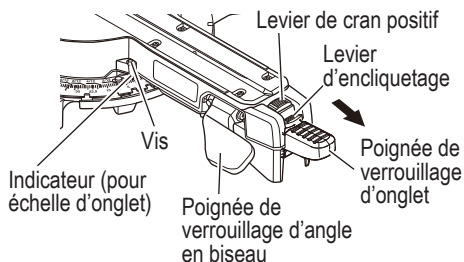

Fig. 27
L'échelle de la scie à coupe d'onglet radiale peut être facilement lue, indiquant les angles d'onglet de 0° à 45° vers la gauche et la droite. La table de la scie à ongles comporte neuf des réglages d'angle les plus courants avec des crans positifs à 0°, 15°, 22,5°, 31,6° et 45°. Ces crans positifs positionnent la lame à l'angle désirée rapidement et précisément. Suivre la procédure ci-dessous pour les réglages les plus rapides et les plus précis. (Fig. 27)
- (1) Pousser vers le haut la poignée de verrouillage d'onglet pour déverrouiller la plaque tournante.
- (2) Pousser vers le bas le levier de cran positif jusqu'à ce que le levier d'encliquetage s'y accroche pour libérer le « cran positif ».
- (3) Faire pivoter la plaque tournante et régler l'indicateur pour qu'il s'aligne sur l'angle souhaité de l'échelle d'onglet. À ce moment, en utilisant la fonction de cran positif, tirer sur le levier d'encliquetage dans la direction de la flèche à proximité de l'angle souhaité comme illustré sur la Fig. 27, relâcher le levier d'encliquetage puis déplacer la plaque tournante pour la fixer à l'angle souhaité via la fonction de cran positif. (0°, 15°, 22,5°, 31,6° et 45°)
- (4) Pousser vers le bas la poignée de verrouillage d'onglet pour verrouiller la plaque tournante en position.
Levier d'encliquetage (Fig. 27)